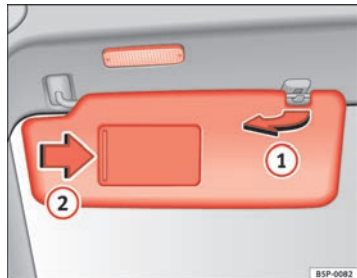

Fig. 83 Parasol del lado del conductor
Los parasoles del conductor y del acompañante pueden extraerse de sus soportes centrales y girarse hacia las puertas ⇒ **fig. 83 ①**.